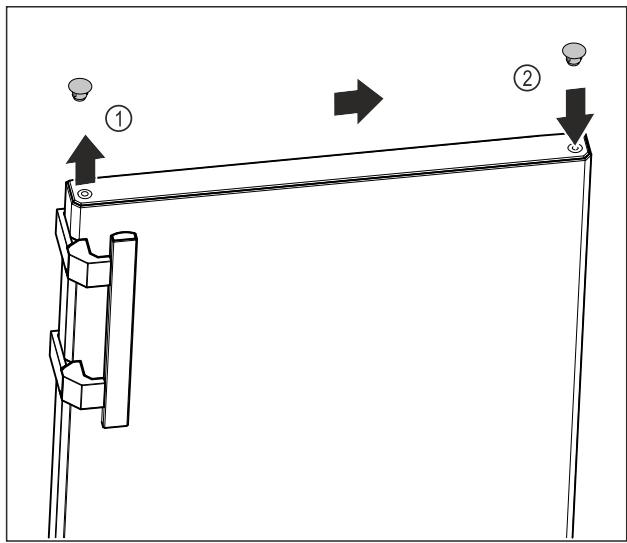

Fig. 18
- Осторожно поднимите заглушку в верхней части двери *Fig. 18 (1)* при помощи шлицевой отвертки.
- Установите заглушку на противоположной стороне. *Fig. 18 (2)*